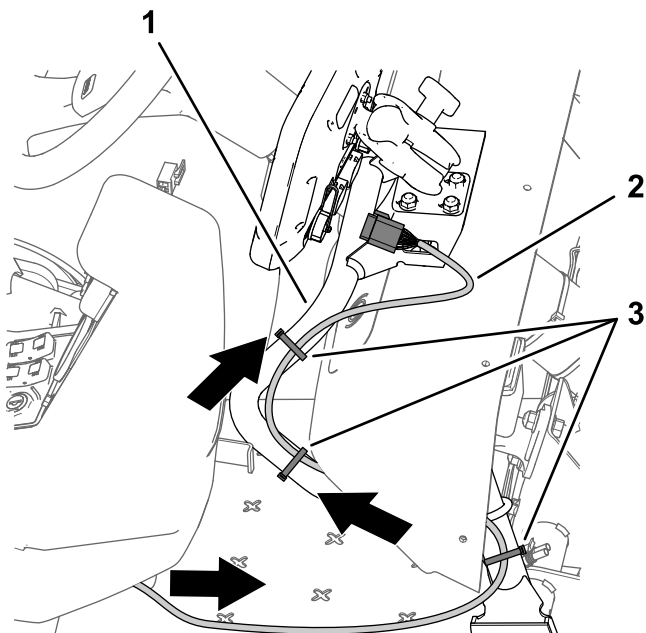

Figura 205
1. Disponete la diramazione di 220 cm del cablaggio dati (la diramazione del cablaggio con il connettore a 26 prese) in avanti e sotto la plancia (**Figura 205**).
2. Disponete la diramazione di 220 cm del cablaggio dati lungo il tubo di supporto del monitor (**Figura 205**).
4. Assicuratevi che la diramazione di 220 cm del cablaggio dati sia abbastanza lunga da consentire all'operatore dell'irroratrice di regolare la posizione del monitor e fissare il cablaggio al tubo di supporto per il monitor con fascette per cavi, come illustrato nella **Figura 205**.